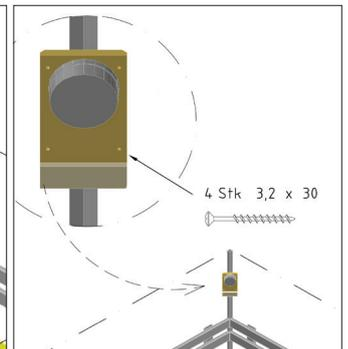

Abb. 5
- Befestigen Sie die Lampe an der gewünschten Position an der Wand (Abb. 5).